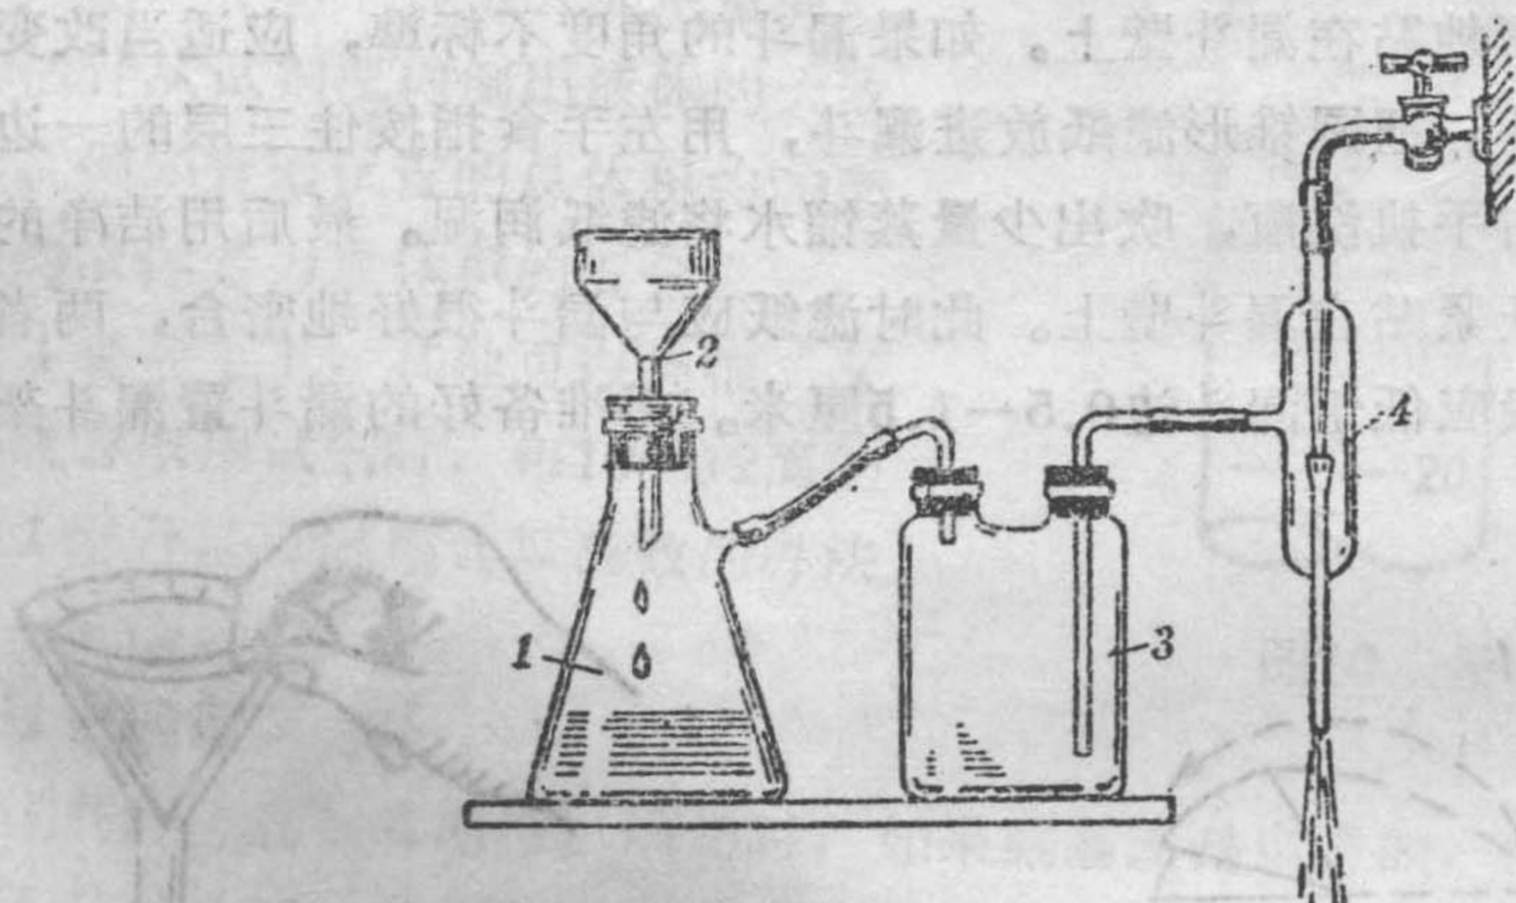

图17 抽气过滤法装置
(2)抽气过滤法(也称吸滤法):所用滤器为布氏漏斗和滤纸,外加吸滤瓶和水压真空抽气管等辅助用具全套装置如图17。这是一种减压过滤的方法,可加快过滤速度。布氏漏斗中有一层多孔瓷板,滤纸平贴在此瓷板上。当打开水龙头,水压真空抽气管开始抽气时,吸滤瓶和安全瓶中即被抽成部分真空,瓶外的大气即将布氏漏斗中的溶液压过滤纸,因而大大加快过滤速度。安全瓶的作用是防止水压抽气管中的水倒流到吸滤瓶中去。